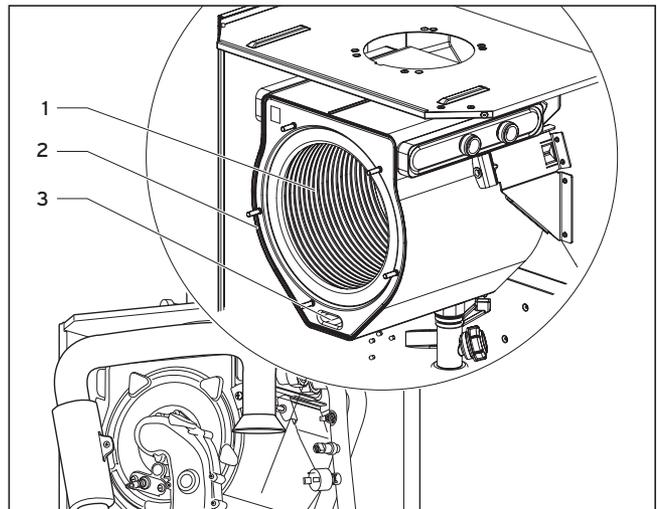

Abb. 7.3 Integral-Kondensations-Wärmetauscher reinigen
- Reinigen Sie die Heizspirale (1, Abb. 7.3) des Integral-Kondensations-Wärmetauschers (2) mit einer handelsüblichen Essig-Essenz (Abb. 7.3). Spülen Sie mit Wasser nach.
- Über die Öffnung (3) kann auch der Kondenswasser-sammelraum gereinigt werden.